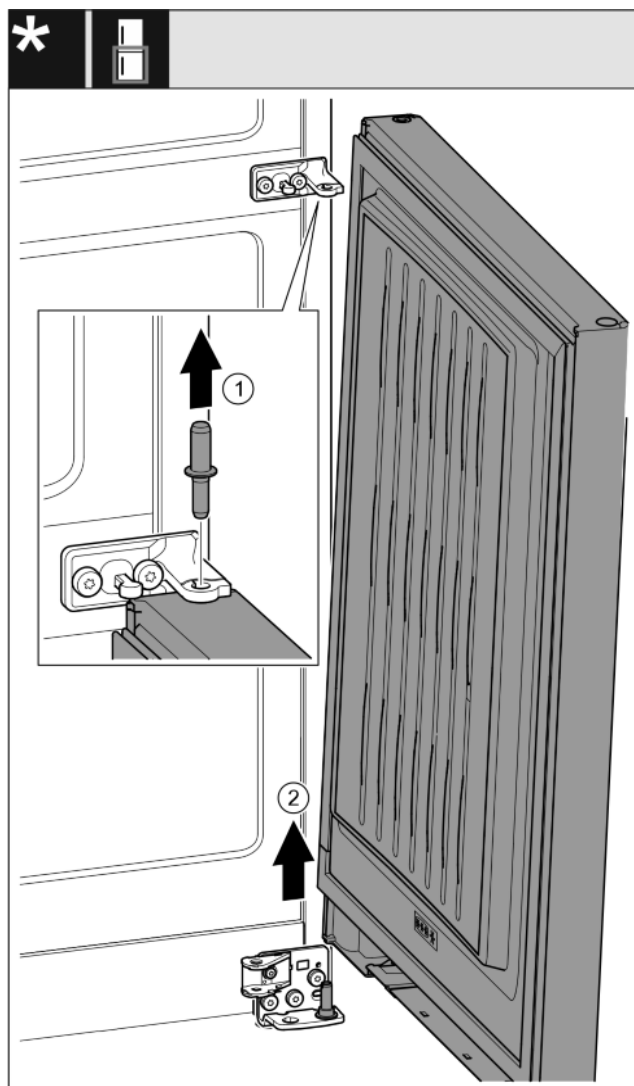

Fig. 19*
- ▶ Extrageți în sus bolțul.* *Fig. 19 (1)*
- ▶ Pivotați ușa în exterior, trageți în sus și așezați-o în lateral.* *Fig. 19 (2)*